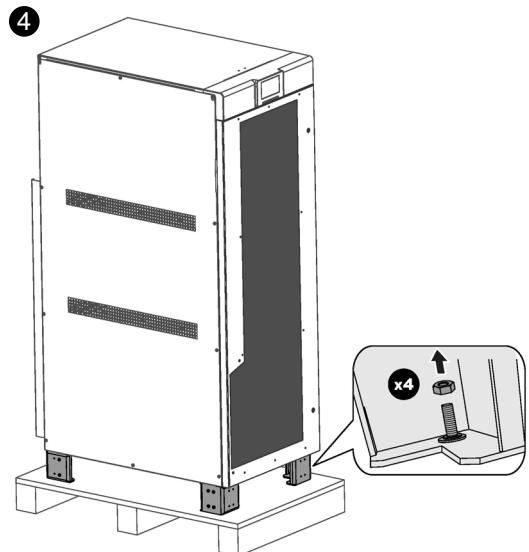

Fig. 31. Libération de l'équipement de la palette
- 4 Dévissez les 4 vis situées à l'intérieur de chacun des 4 pieds. L'équipement sera libéré de sa palette et prêt pour le transfert (*Fig. 31*).